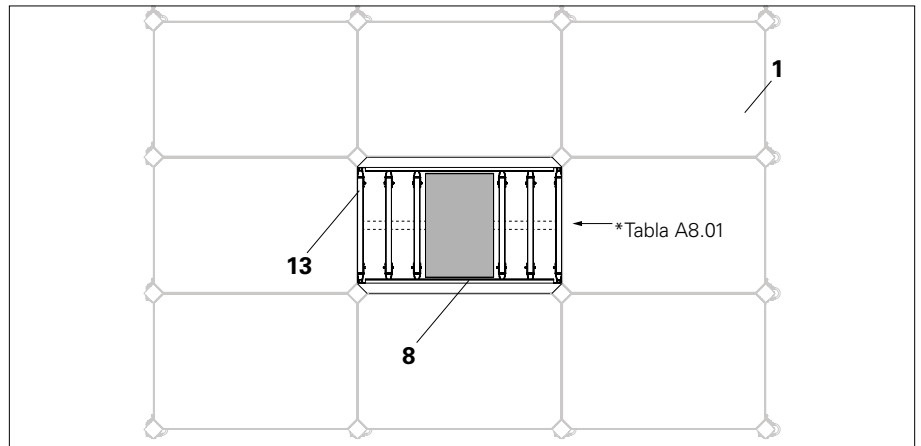
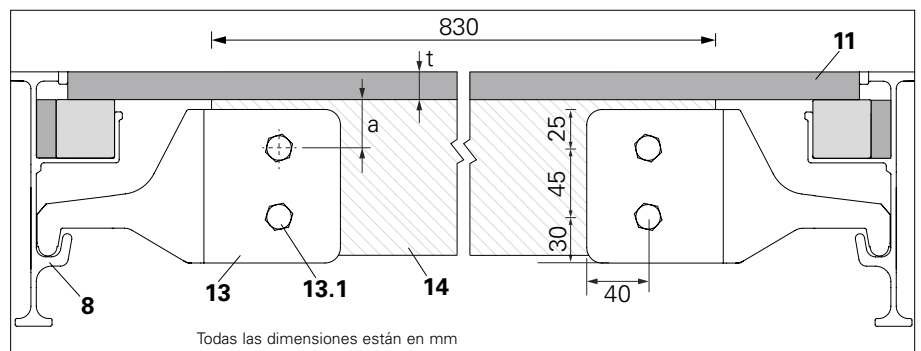
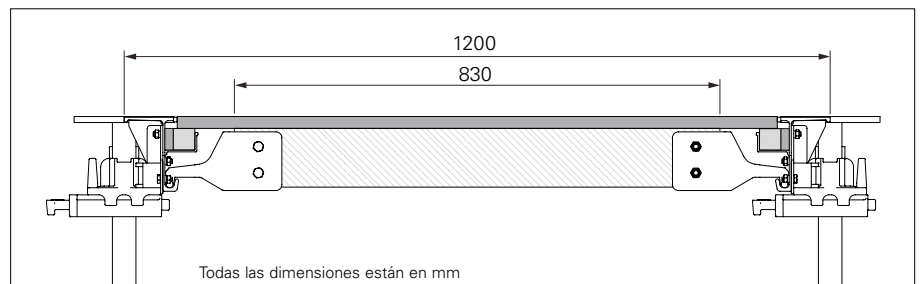

Fig. A8.01
Fig. A8.01a
Fig. A8.01b
1. Forme la losa con el panel ADP (1) lo más cerca posible del pilar.
2. Coloque la viga de compensación ADF (8) sobre la espiga de la placa móvil del cabezal de caída en la dirección más larga. (Fig. A8.01)
3. Corte la madera (14) de tamaño 50 x 100 mm conforme a la longitud necesaria.
4. El premontaje del cabezal de viga secundaria (13) y la madera (14) de tamaño 50 x 100 mm debe realizarse en el suelo.
Taladre la madera (14) y fije la madera al cabezal de viga secundaria con 2 tornillos y tuercas (M10 x 80) (13.1) (número de referencia 710593 y 710234) a cada lado. (Fig. A8.01a), (fig. A8.01b) y (tabla A8.02)